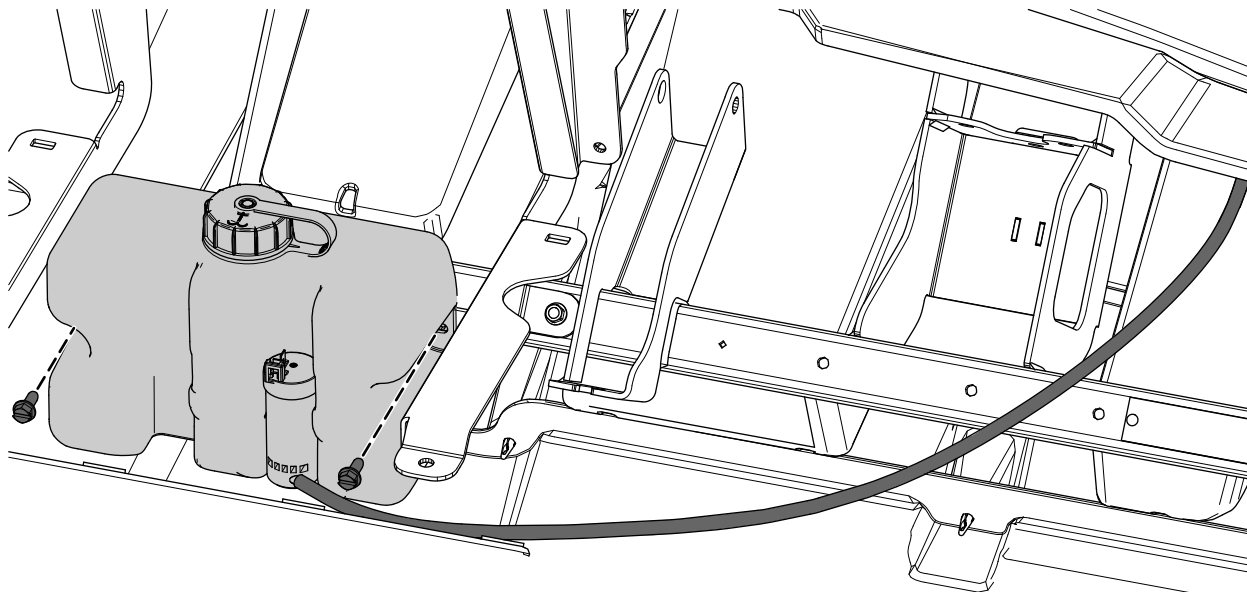

Figura 14
8. Fije la botella del limpiador al soporte de la columna del bastidor delantero con los 2 pernos de cabeza hexagonal con arandela prensada ($\frac{1}{4}$ " x $\frac{5}{8}$ "), tal y como se muestra en la Figura 14.
9. Conecte la manguera del limpiaparabrisas a la botella del limpiador (Figura 14).